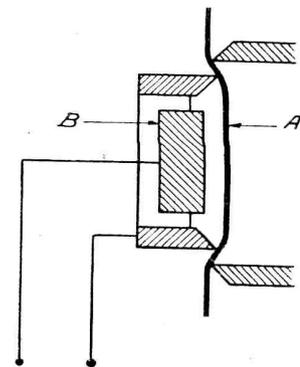

Fig. 10. — Microphone électrostatique de Wenté
Un microphone électrostatique, c'est tout simplement un condensateur à air, dans lequel la distance entre les électrodes varie sous l'action des ondes sonores. La figure 10 représente le schéma d'un microphone électrostatique réalisé par Wenté en Amérique. La membrane (A), extrêmement mince, est tendue à très petite distance de l'électrode fixe (B) qui